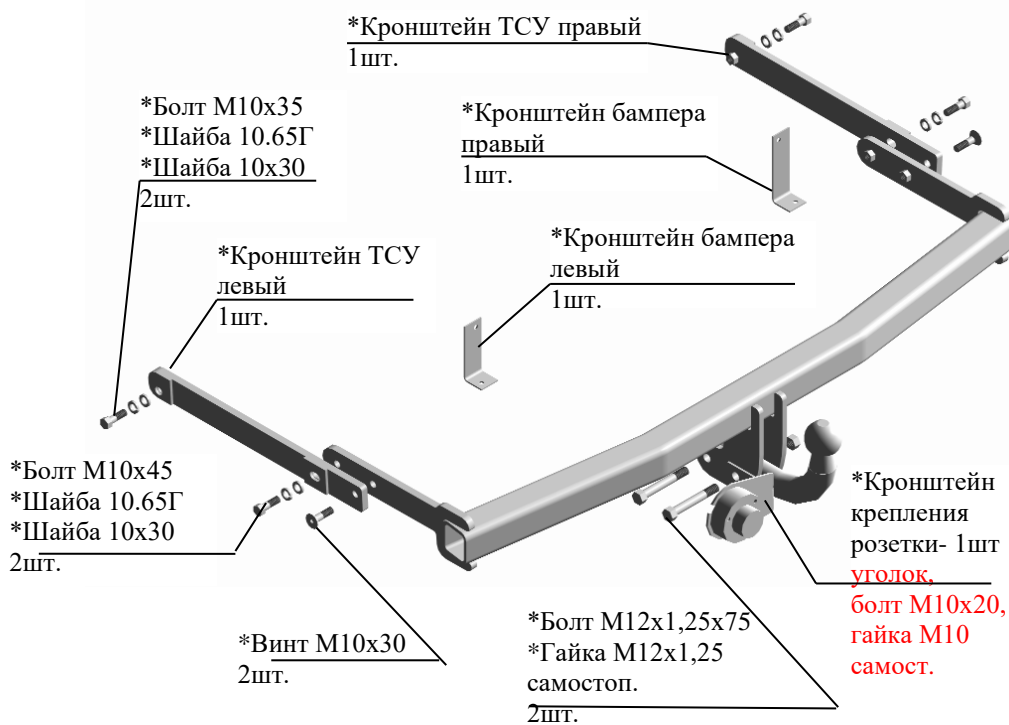

Рис.1 Тягово-сцепное устройство 6030
2.1 ТСУ 6030 в сборе (рис.1)	1 шт.
2.2 Пакет с комплектующими (см. рис.1)	1 шт.
4.3 Закрепить кронштейны ТСУ левый и правый к ТСУ винтами М10х30 (в соответствии с рис.1).
4.5 Закрепить ТСУ через передние отверстия к наружным полкам лонжеронов болтами М10х35 и М10х45 (соответственно рис.1). Под головки болтов подложить шайбы 10.65Г и шайбы 10х30.
5.3 После фиксации сцепной головки прицепа на шаре, осуществить страховочную связь автомобиля с прицепом, страховочную цепь крепить за нижнее отверстие в кронштейнах шара (на рис. 1 отверстие условно не показано). Категорически запрещена эксплуатация прицепа без установленных страховочных цепей (тросов).